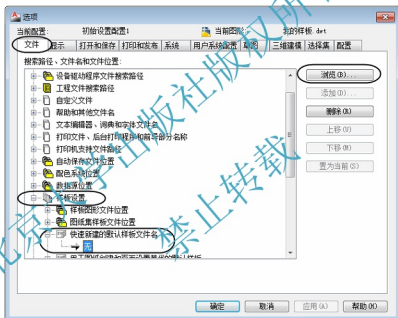
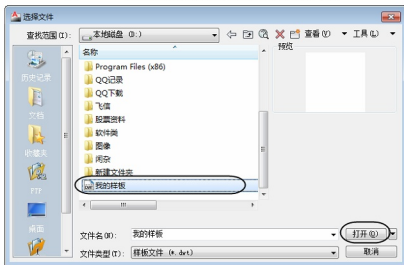
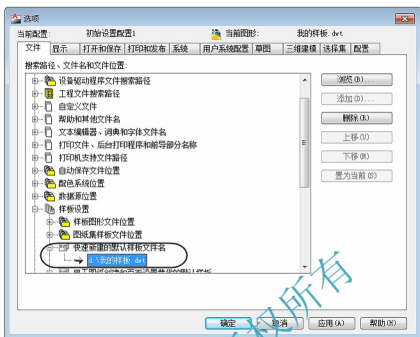

图 2-42 设置【快速新建的默认样板文件名】
图 2-43 【选择文件】对话框
图 2-44 【快速新建的默认样板文件名】设置显示
(1) 打开【选项】对话框。
(2) 在弹出的【选项】对话框中，单击【文件】选项卡，在【搜索路径、文件名和文件位置】列表框中，双击【样板设置】(或单击其前面的+)，双击【快速新建的默认样板文件名】，使之展开；单击【无】，并单击右侧【浏览】按钮(图 2-42)，弹出【选择文件】对话框，如图 2-43 所示。找到自制的样板文件，单击【打开】按钮，系统自动返回到【选项】对话框。结果显示如图 2-44 所示。